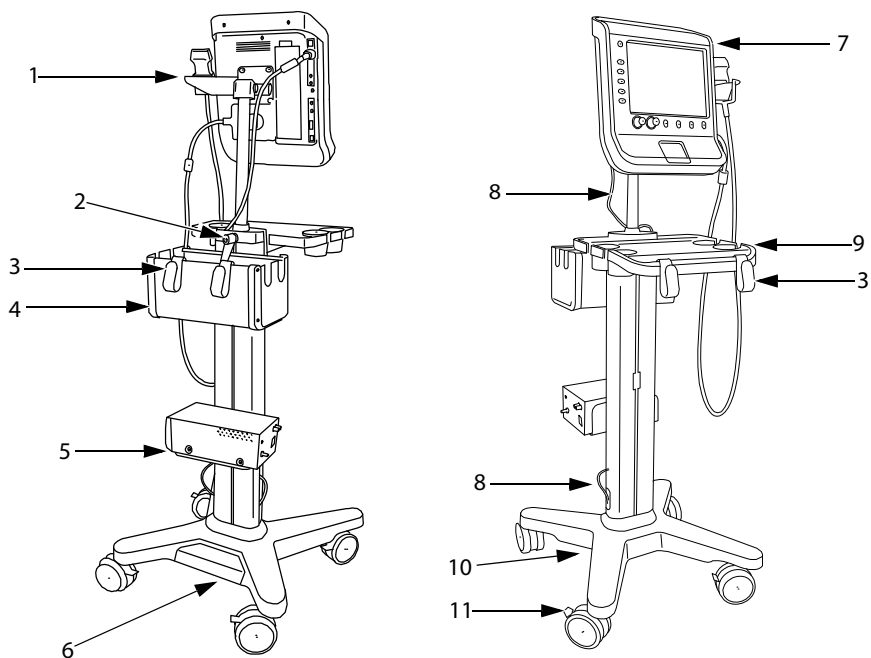

Abbildung 1 V-Universal-Stativ: Front- und Rückansicht (abgebildet mit S Series-Ultraschallsystem und optionalem Drucker, Korb und Kassette)
- ❖ Schließen Sie folgende Kabel an. Siehe Abbildung 1 auf Seite 3.
- Netzkabel (Gleichstrom) (A)
- Netzstromkabel für das System (K)